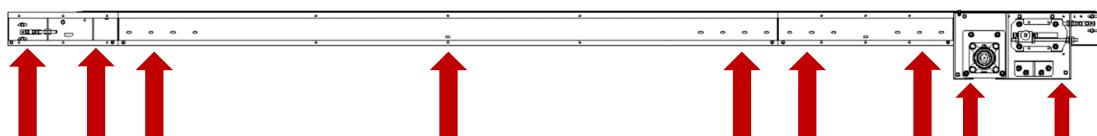

Figura 36 – Esempio di posizionamento dei supporti di lavoro
- e. Eseguire tutti i controlli necessari, sollevare il nastro trasportatore e posizionarlo delicatamente sui supporti di lavoro (vedi esempio Figura 36).